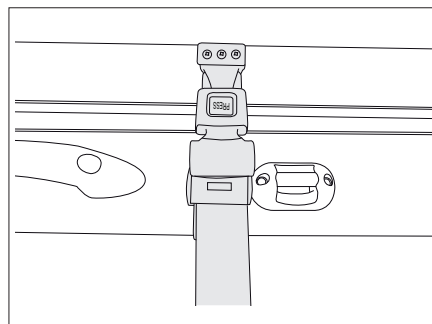

Fig. 173 Ceinture de sécurité du lit escamotable manuel
- Détacher la ceinture de sécurité (Fig. 173).
- Mettre en place la ceinture de sécurité (Fig. 173).